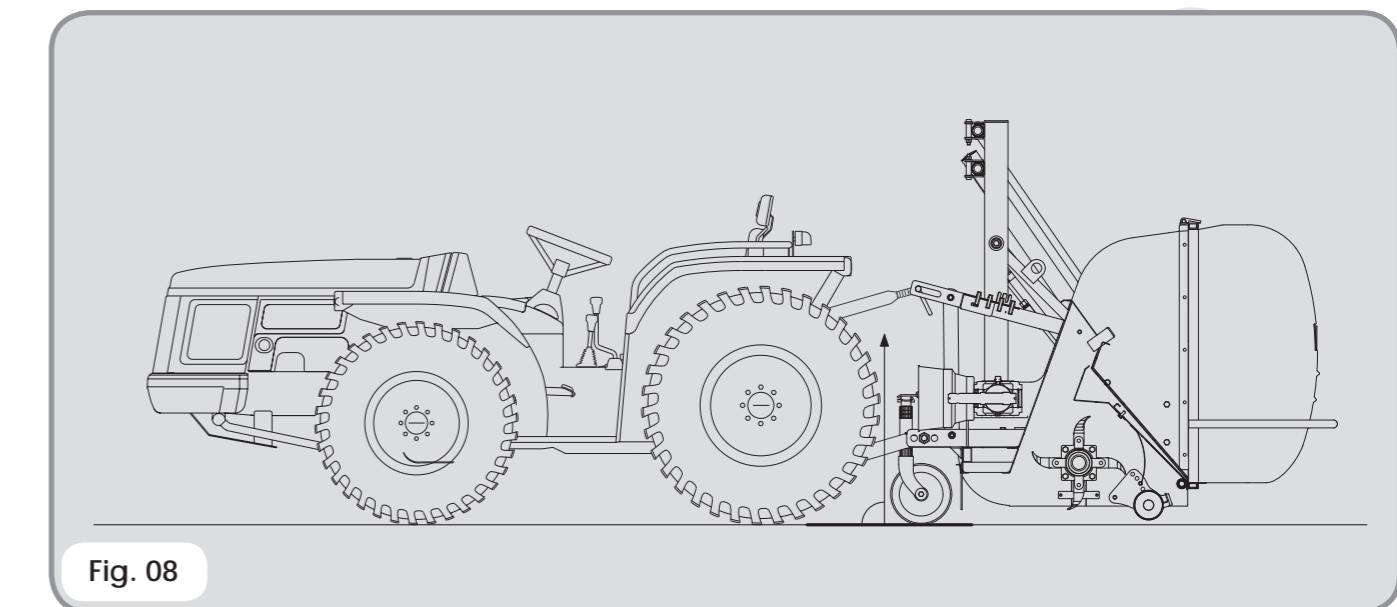

Fig. 08
**→** Collegare il terzo punto, avendo cura che l'asse della presa di forza risulti parallelo al piano di terra, far si che il terzo punto lavori a macchina orizzontale ed appoggiata a terra, in centro della feritoia, onde evitare in caso di irregolarità del terreno, tiri od impuntamenti del terzo punto stesso (**vedi fig. 08**).
**→** Den dritten Punkt ankuppeln, wobei darauf zu acten ist, dass die Zapfwellenachse parallel zur Bodenfläche verläuft, dafür sorgen, dass der dritte Punkt bei horizontaler, auf dem Boden stehender Maschine arbeitet. (Siehe abb. 08).
**→** Connect the third point checking that the P.T.O. axis must be parallel to the ground. When the machine is in horizontal position and touching the ground, the third point must be in the central position of the 3-point split, to avoid wrenches or impacts due to unevenness of the ground (**see fig. 08**).
**→** Fixer le troisième point en veillant à ce que l'axe de la prise de force soit parallèle au sol. Le troisième point doit travailler, ayant la machine en position horizontale et touchant le sol, au centre de la glissière de l'attelage 3 points, afin d'éviter des coups brusques ou saccades au troisième point en cas de terrain irrégulier (**voir fig. 08**).